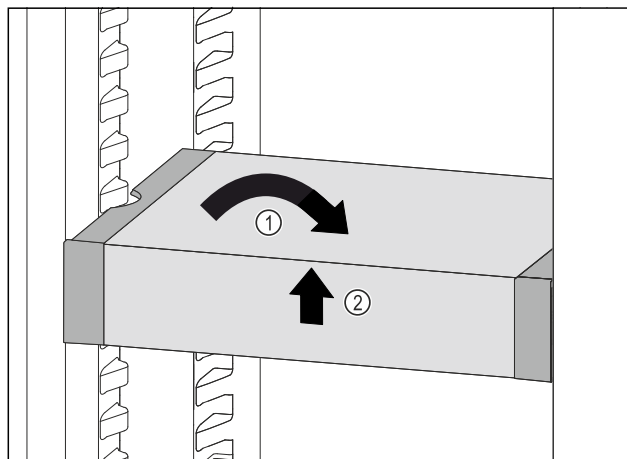

Fig. 79
- VarioSafe postavte rovno. Fig. 79 (1)
- VarioSafe nadvihnite vpredu. Fig. 79 (2)